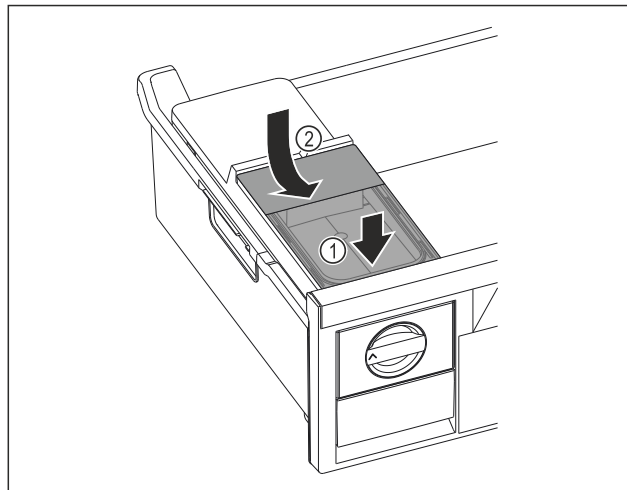

Fig. 167
- Zbiornik wody wsunąć od przodu. Fig. 167 (1)
- Zbiornik wody opuścić z tyłu. Fig. 167 (2)